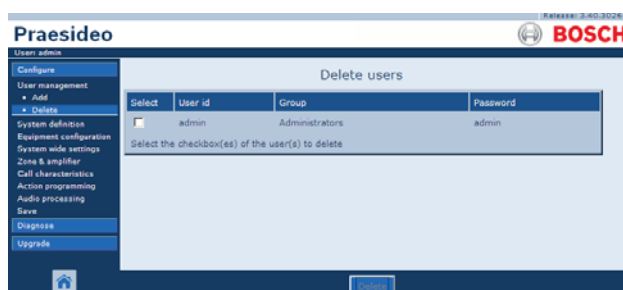

рисунок 42.7: Удаление пользователя, шаг 3
- Нажмите кнопку *Delete* для удаления учетной записи. В основной части веб-интерфейса откроется экран, подобный экрану, приведенному на рисунок 42.7. Данный экран больше не содержит удаленную учетную запись.